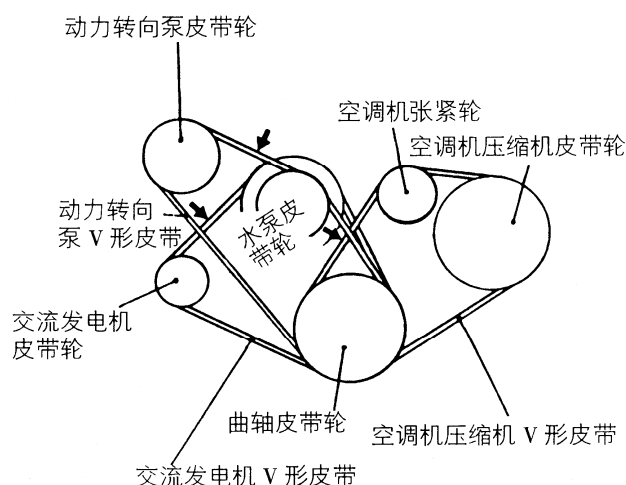

图 2-120 测量皮带挠度
(1) 检查皮带有无损坏或磨损。确认皮带已正确地安装在皮带轮槽内。注意如果皮带发出“尖叫噪音”或打滑，检查皮带有无摩擦、损坏或破裂，并检查皮带轮接触面有无损坏。
(2) 如图 2-120 所示，在皮带轮之间的皮带中心施以 10kg 压力，测量皮带挠度。交流发电机皮带挠度标准值为 7~10mm；动力转向油泵皮带挠度标准值为 6~9mm；空调机压缩机皮带挠度标准值为 7~10mm。注意应图中在所规定的皮带轮(←)之间测量皮带挠度。